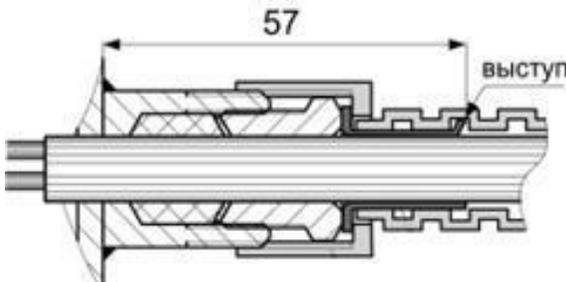

Рис. 2 Кабельный ввод КМ под кабель и металорукав.
- 7.6. Собрать кабельный ввод КМ (согласно рис. 2, Приложение №1) или БК (согласно рис. № 3, Приложение №1), обеспечив необходимую для герметизации затяжку обжимной гайки. Зафиксировать металлорукав (для кабельного ввода КМ) или бронированный кабель по броне (для кабельного ввода БК).